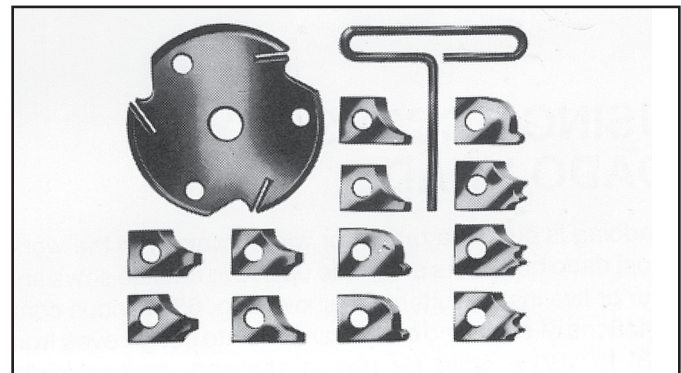

FIG. 71
El cabezal para molduras consta de un cabezal portacuchilla en el que se pueden ensamblar cuchillas de acero de distintas formas (Fig. 71). Cada una de las tres cuchillas de un juego se coloca en una ranura en el cabezal portacuchilla y se sujeta con un tornillo. Se debe evitar que se acumule aserrín en las ranuras de la cuchilla, ya que el aserrín no permite que la cuchilla se asiente correctamente.
3. Coloque el revestimiento de madera sobre el cabezal portacuchilla, que debe estar por debajo de la superficie de la mesa. Encienda la sierra y levante el cabezal portacuchilla. El cabezal portacuchilla corta su propia ranura en el revestimiento de madera. La Fig. 71 muestra una operación para moldura típica.